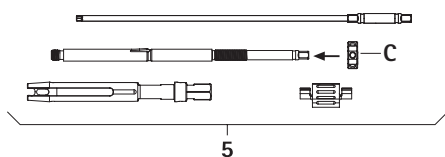

Fig. 11
- Skruva på spännmuttern **C** på innerhylsan, se Fig. 11.